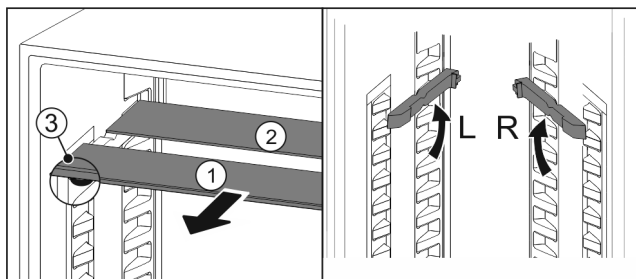

Fig. 71
- Retire las planchas de cristal individualmente hacia delante Fig. 71 (1).
- ▷ La placa de vidrio Fig. 71 (1) con moldura está situada delante.
- ▷ Los topes Fig. 71 (3) miran hacia abajo.